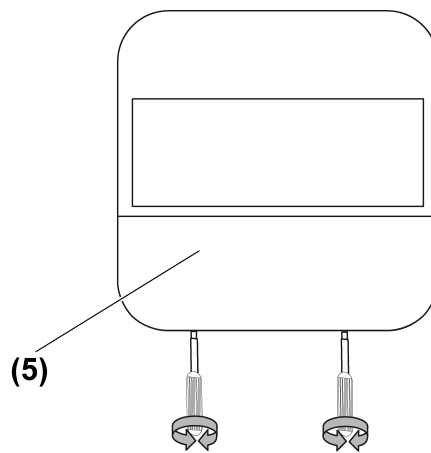

Bild 15: Demontage Schiebeschalter
- Abdeckung des Schiebeschalters (5) abnehmen (Bild 15).
- Abdeckung des Schiebescharter (5) abnehmen (Bild 15).